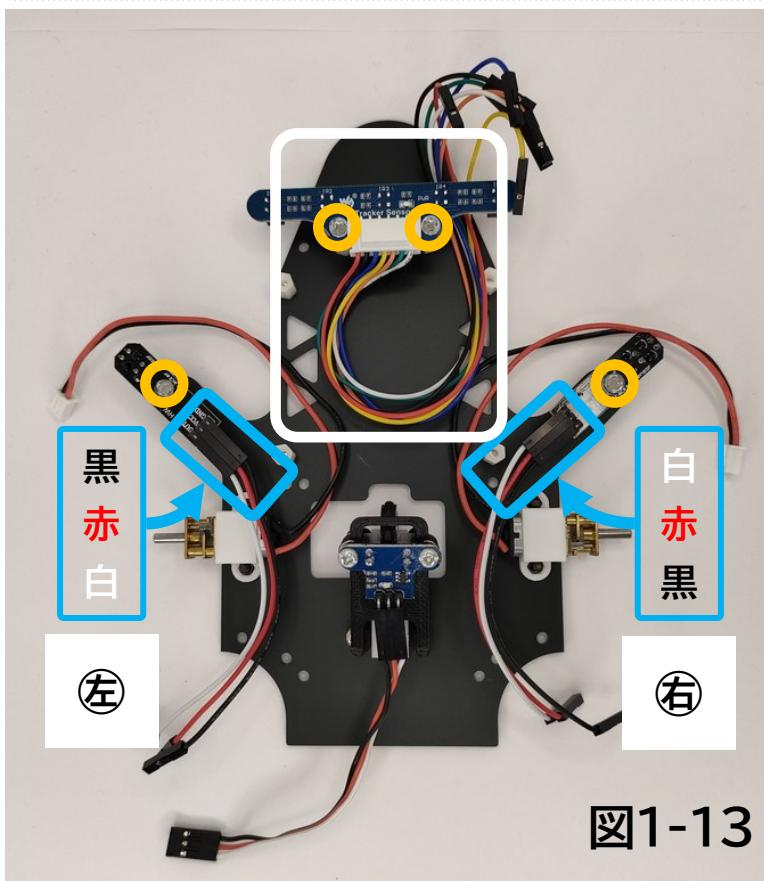

図1-13
4. アナログラインセンサ基板とマーカーセンサ基板を図1-13のようにスペーサーの上に載せ、オレンジの丸にパートNo.18「樹脂なベネジ」を使って固定します。
①. 「Arduino Nano」版 の組み立て方法